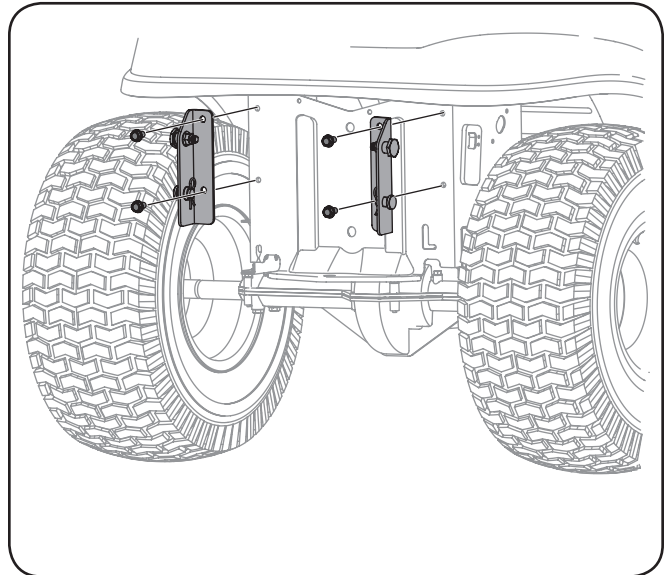

Figura 4-2
3. Saque y descarte los dos tornillos del chasis inferior como se muestra en la Figura 4-2.